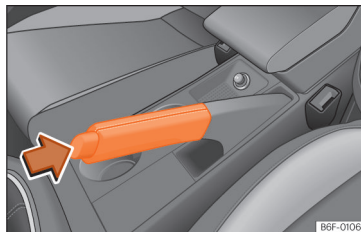

Fig. 117 Travão de estacionamento entre os bancos dianteiros.
- Puxe a alavanca do travão de estacionamento para cima »» Fig. 117
- Puxe a alavanca um pouco para cima, pressione o botão de desbloqueio no sentido da seta »» Fig. 117 e faça descer completamente a alavanca »» ⚠.